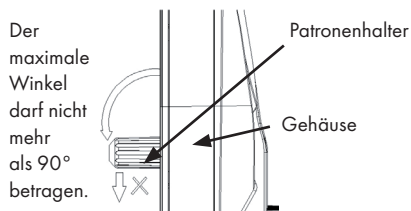
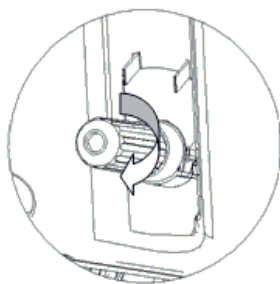

Abbildung 10
Abbildung 12
4. Stellen Sie sicher, dass der Druckregler auf der Oberseite des Deckels auf der Position „-“ steht. Drehen Sie den Patronenhalter in einem geeigneten Winkel von der oberen Abdeckung nach außen. Der Winkel sollte maximal 90 Grad betragen. Lösen Sie die CO₂-Patronenhalterung (siehe Abbildung 10). Führen sie eine CO₂-Patrone in die Halterung ein und drehen Sie die Patrone schnell und vorsichtig fest (im Uhrzeigersinn fest, gegen den Uhrzeigersinn locker), bis Sie ein Klicken hören (Abbildung 12), was ein Zeichen dafür ist, dass der Verschluss durchstochen wurde und das Kohlendioxid frei in das Fass fließt. Das Gasdruckventil wird dann nach oben gedreht und rastet in der oberen Abdeckung ein. Gehen Sie beim Ersetzen der Gaspatrone in umgekehrter Reihenfolge vor (vergewissern Sie sich, dass die Gaspatrone beim Austausch bereits leer ist).